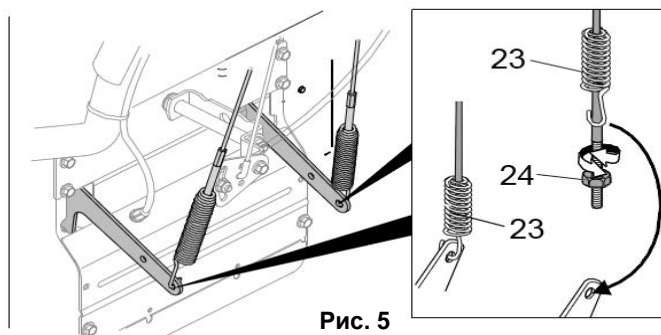

Рис. 5
- Лопасти шнека (12) снегоуборщика крепятся к валу редуктора с помощью специальных срезных болтов (25) с контргайками (26) (См. Рис.5) или шпильками.